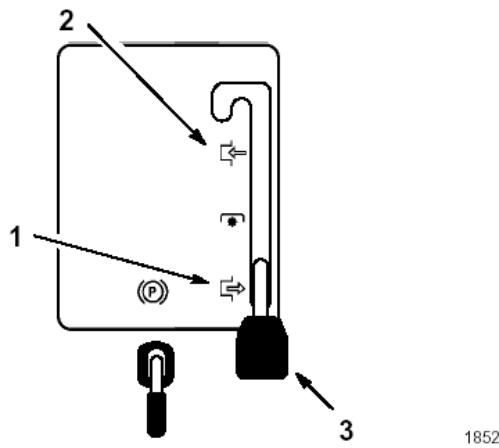

图4
2、将刀片控制（PTO）移至启动（图4）位置。
2、将刀片控制（PTO）移至“DISENAGED”止动位置。（图4）